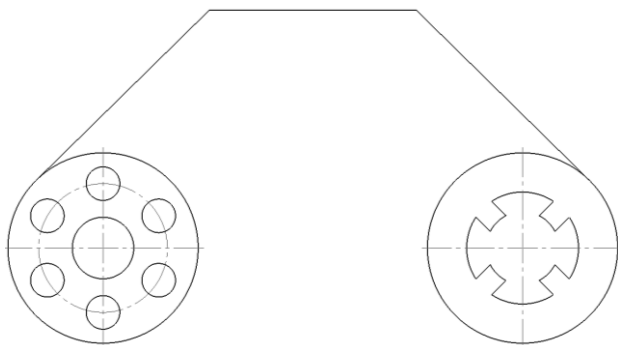

Рис. 56. Удаление частей элементов
2.10.8 На компактной панели. Выбрать окно **Редактирование** – **Усечь кривую** . Удалить части дуги внутри окружности (рис. 56).